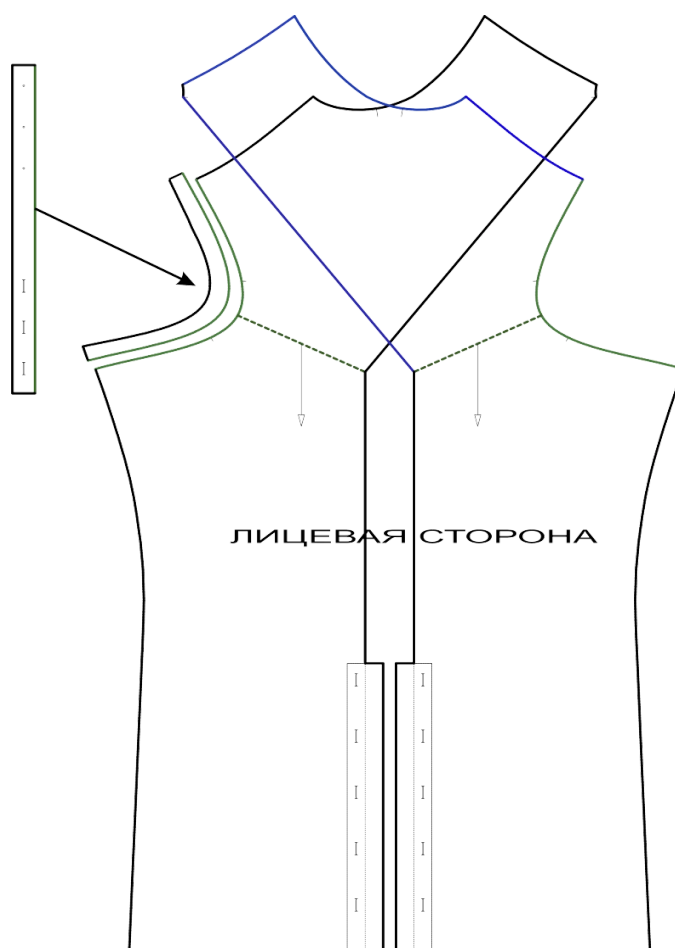

Рисунок 5. Схема сборки спинки
32. Притачайте планку к левой части спинки по линии талии (рис. 5, зелёная линия).